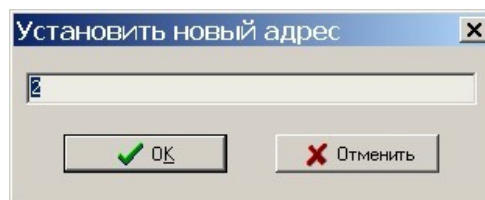

Рисунок 19
7) Если требуется установить новый адрес БЭС в интерфейсе СОС-95, то надо выбрать в таблице БЭС и выполнить команду «Адрес» (рисунок 19). Ввести требуемый адрес БЭС и нажать кнопку «ОК» для записи адреса в БЭС.